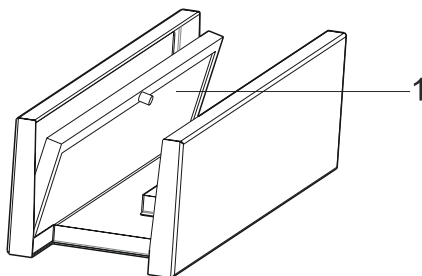

Fig. 5
3. ➤ ■ Tag fat i fedtfilteret og træk den op (Fig. 5).